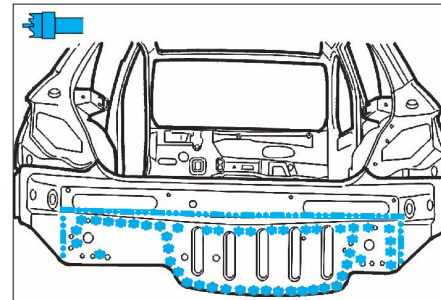

FIG. 141
- Dépointer et meuler selon (Fig.141 à 145).